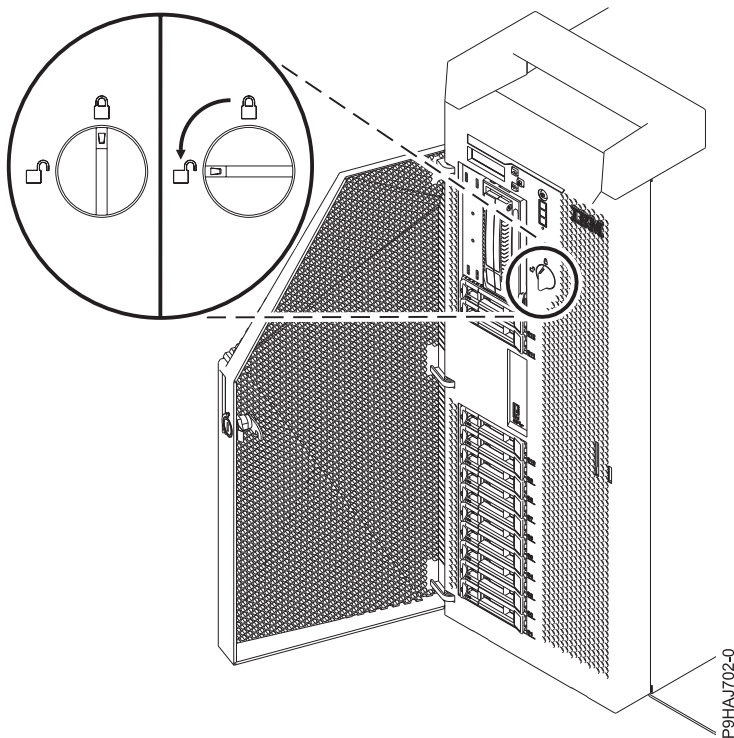

Abbildung 10. Vordere Abdeckungsverriegelung öffnen
3. Drehen Sie die Abdeckungsverriegelung nach links (gegen den Uhrzeigersinn), um die Abdeckung zu entsperren (siehe Abb. 10 auf Seite 28). Vertikal bedeutet, dass die Klappe gesperrt ist; horizontal, dass sie entsperrt ist.